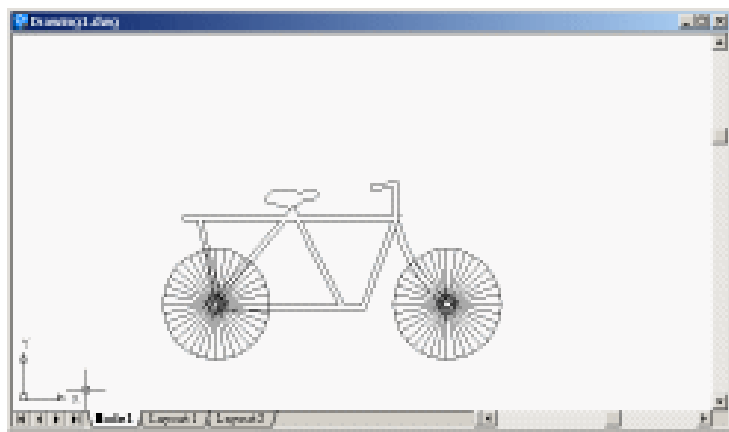

图 9.13 绘制车座
(9) 用 SPLINE 命令绘制车座，效果如图 9.13 所示。